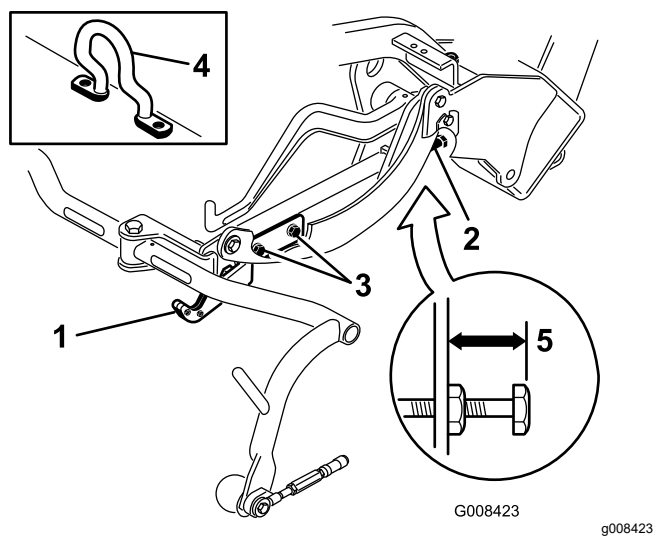
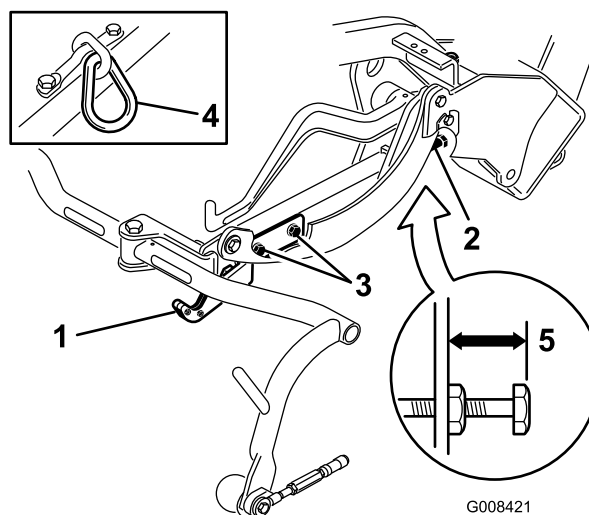
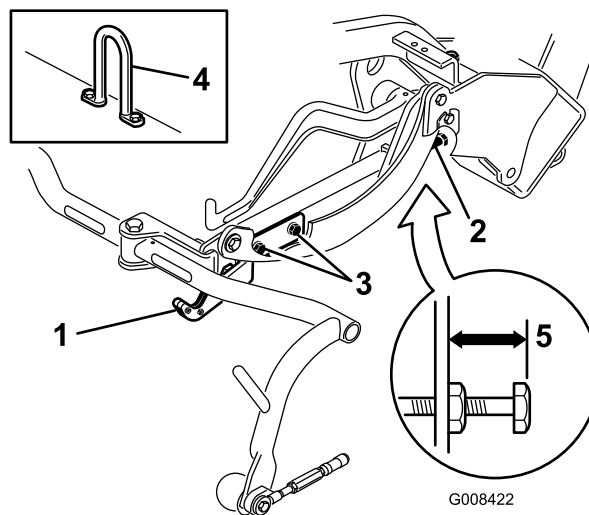

Figure 11
Figure 12
Figure 13
Vérifiez la hauteur de transport (Figure 12 et Figure 13) et ajustez-la au besoin.
2. Sur les unités de coupe équipées d'un crochet de levage décentré (Figure 11, détail), vérifiez qu'un espace de 25 mm existe entre le haut de la vis de réglage du bâti porteur et l'arrière du bâti porteur. Si l'espace n'est pas correct, passez à l'opération 4.
3. Sur les unités de coupe équipées d'un maillon de chaîne ou d'un crochet de levage droit (Figure 12 et Figure 13, détails), vérifiez qu'un espace de 22 mm existe entre le haut de la vis de réglage du bâti porteur et l'arrière du bâti porteur. Si l'espace n'est pas correct (22 mm), passez à l'opération 4. Si l'unité de coupe est équipée d'un crochet de levage décentré (Figure 11), passez à l'opération suivante.
4. Desserrez les vis de fixation de la plaque de transport (Figure 12, Figure 13 et Figure 11).
7. Si les bâtis porteurs ne sont pas tous à la même hauteur, desserrez l'écrou de blocage de la vis de réglage sur chaque bâti (Figure 11, Figure 12 et Figure 13). Tournez la vis vers l'extérieur pour élever le bâti ou vers l'intérieur pour l'abaisser. Serrez l'écrou de blocage une fois que vous avez obtenu la hauteur correcte.